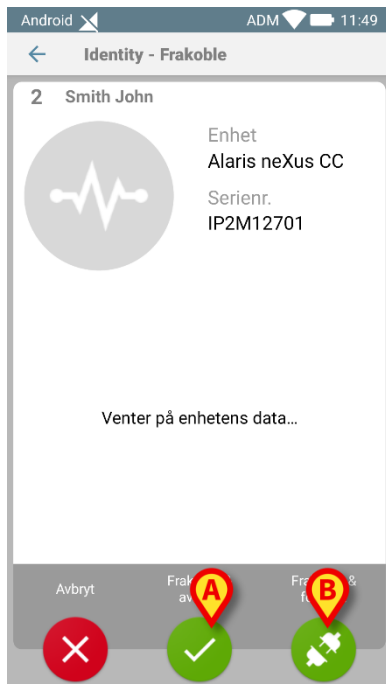

Fig. 173
Når enheten er valgt, vises følgende skjermbilde (Fig. 173).
- Trykk på ikonet  for å fullføre frakoblingsprosedyren (Fig. 173 **A**).
- Trykk på ikonet  for å frakoble enheten og fortsette med en annen frakobling (Fig. 173 **B**).